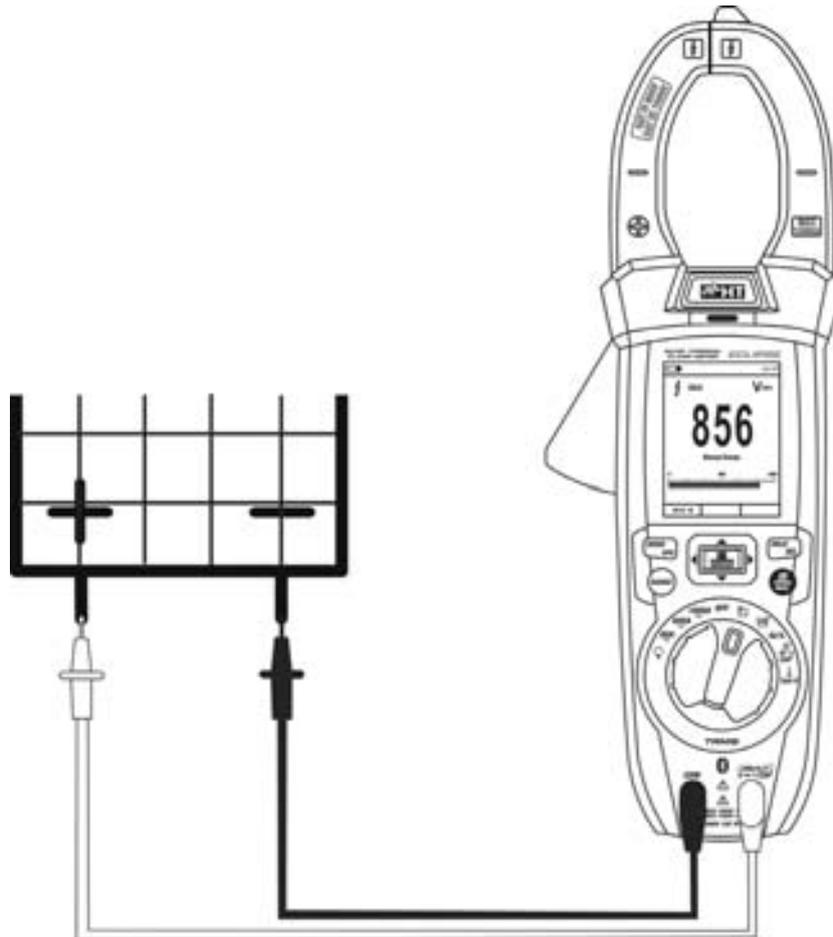

Fig. 23: Utilisation de l'instrument pour mesure de Tension CC
4. Positionner l'embout rouge et l'embout noir respectivement dans les points à potentiel positif et négatif du circuit testé (voir Fig. 23). La valeur de la tension apparaît à l'écran
6. L'affichage du symbole « - » sur l'écran de l'instrument indique que la tension a un sens opposé par rapport à la connexion de Fig. 23.